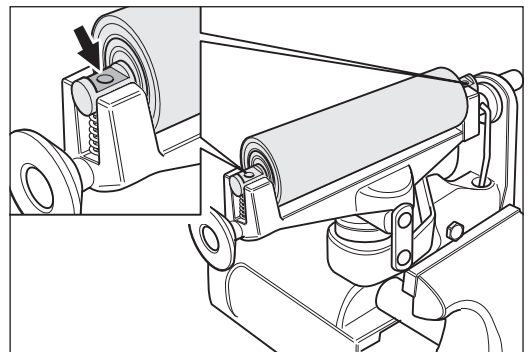

Abb. 52 Die neue Spannwalze in das Aggregat einlegen, wobei die Flächen an den Wellenenden nach oben zeigen müssen!
- 6 Setzen Sie die Druckfeder und die Spannwalze in das Aggregat ein. **Achten Sie darauf, dass die Flächen an den Wellenenden der Spannwalze nach oben zeigen (Abb. 52)!**